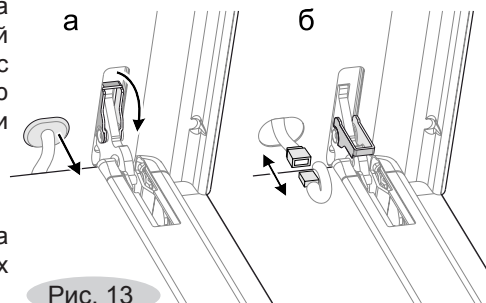

Рис. 13
- Поднимите и поверните до упора рычаги, расположенные на двух шарнирах (рис.13 а).
- Снимите резиновое уплотнение шлейфа. Выньте из отверстия в передней стенке разъем шлейфа и разъедините его (рис.13 б).